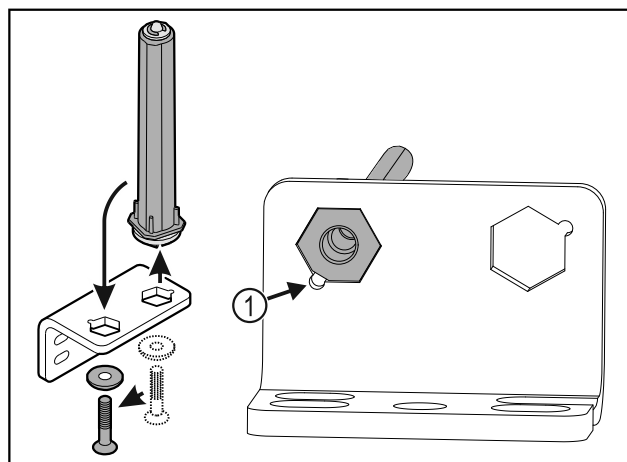

Fig. 36
- Zwrócić uwagę, aby podczas wkładania ścięcia sworznia Fig. 36 (1) było skierowane na okrągły otwór.